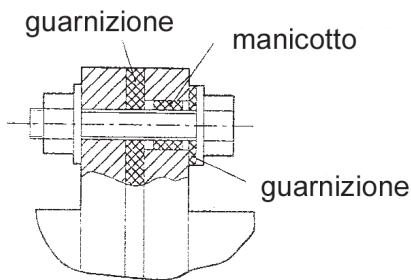
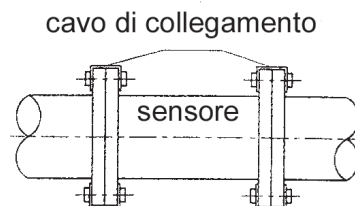

Figura 16. Manicotto e guarnizione
Figura 17. Equipotenzialità del sensore
- a) Nei tubi conduttivi, lo strumento è reso equipotenziale tramite la connessione tra il sensore e la tubazione contigua. Vedere figura 16. Usando questo tipo di collegamento, la corrente circolante attraverso il sensore stesso dovrebbe risultare inferiore a 10A. Le viti di connessione delle flange non possono essere usate come connessione per l'equipotenzialità del sistema, ma si deve usare un cavo come mostrato in figura 17.